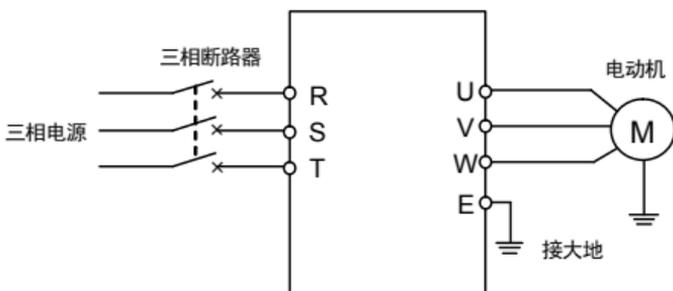

图 4-2 简单运行接线图
- ① 按图 4-2 接线；
- ② 确认接线无误后合上电源开关，接通电源，变频器先显示“P.oFF”，稍后显示“0”；
- ③ 确认频率设定通道为数字设定方式（[F0.00] = 0）；
- ④ 根据变频器拖动电动机的额定铭牌数据，需对参数[F2.00]、[F2.01]进行设置；
- ⑤ 按  键启动变频器，变频器输出 0 频率，显示“0.00”；
- ⑥ 按  键的 UP 功能，增大设定频率，变频器的输出频率增加，电机转速加快；
- ⑦ 观察电机的运行是否正常，若有异常立即停止运行，并断电，查清原因后再运行；
- ⑧ 按  键的 DOWN 功能减小设定频率；
- ⑨ 再按  键停止运行；并切断电源。